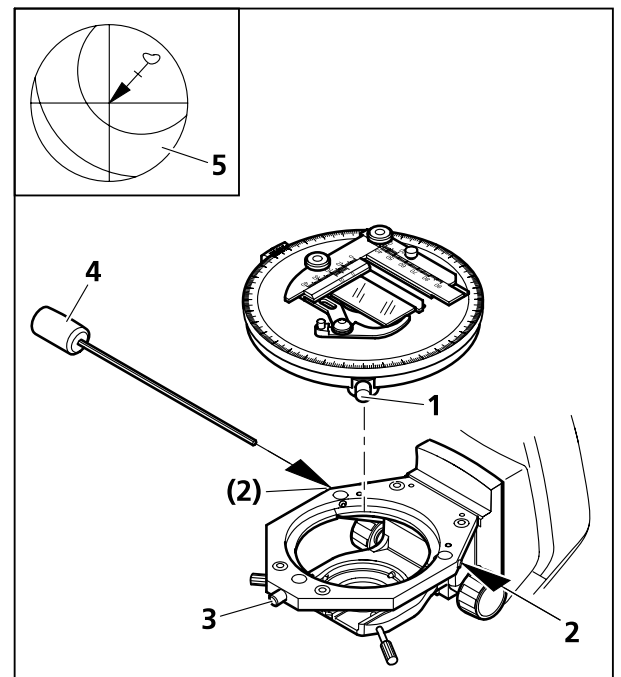

Bild 3-13 Drehtisch Pol zentrieren
Alle Tische sind werksseitig vorzentriert, d. h. bei der Tischdrehung bleibt ein eingestelltes Präparatdetail in der Bildmitte. Wandert das Detail bei der Tischdrehung aus der Sehfeldmitte (Bild 3-13/5), so sollte eine Nachzentrierung, wie nachfolgend beschrieben, durchgeführt werden.
- Tischklemmung (Bild 3-13/1) und Schraubkappe des Tischträgers (Bild 3-13/3) lösen.
- Durch Drehen des Tisches maximale Präparat- auslenkung (Bild 3-13/5, Pfeilanzug) zum Okularstrichkreuz ermitteln.
- Präparatdetail durch Verstellen der beiden Zentrierschrauben am Tischträger (Bild 3-13/2) mit je einem Inbusschraubendreher SW 1,5 (Bild 3-13/4) um die halbe Pfeillänge in Richtung Strichkreuzmitte verschieben. Kontrollieren, ob bei erneuter Tischdrehung Präparatdetail auswandert, ggf. Zentriervorgang wiederholen.
- Nach Abschluss des Zentriervorgangs Schraubkappe (Bild 3-13/3) wieder fest anziehen.